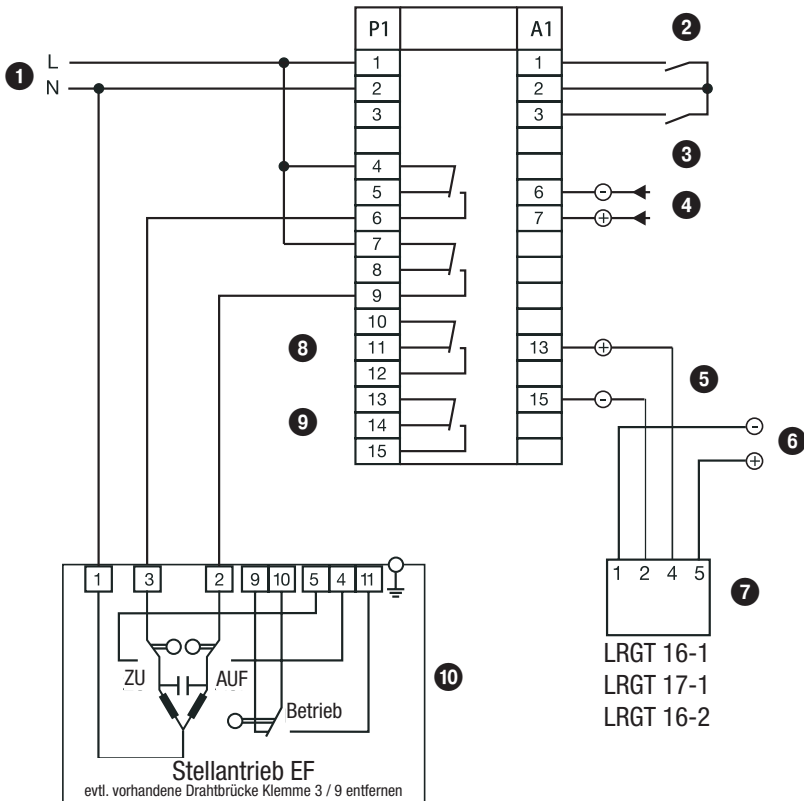

Fig. 3
2. Industrieregler KS 90-1 mit beigefügten Halteklammern montieren. **Fig. 3**
Mit Einbau der Dichtung **Fig. 3** zwischen Front und Schalttafel erhält die Tafelfront die Schutzart IP 65.